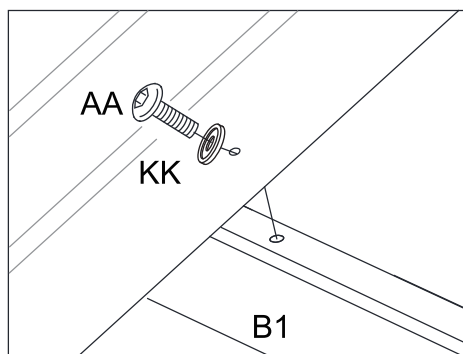

Figure 16.1
Figure 16.1 Fixez le panneau de toit (U) et le panneau de toit (U1) avec les traverses (B1) dans l'ordre indiqué sur la figure 15, en utilisant les boulons (AA) et les rondelles (KK).
16.2. Fixez le couvercle du panneau supérieur (T1) à la barre de support centrale (G) avec les boulons (DD) et les rondelles (KK).